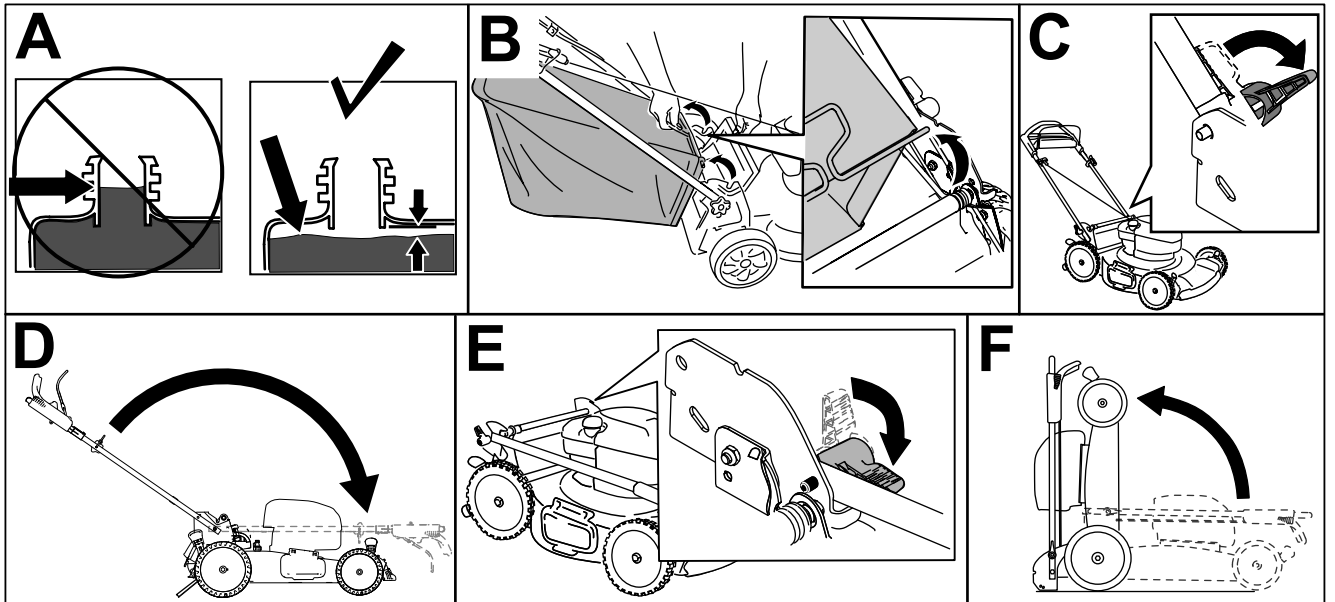

Figura 25
Nota: Si el nivel de combustible del depósito de combustible es demasiado alto, drene el combustible del depósito en un recipiente de combustible homologado hasta que esté en o por debajo del nivel recomendado por el fabricante del motor (Figura 25, A).
2. Si la bolsa de recogida está instalada en la máquina, retírela (Figura 25, B).
3. Abra las palancas de bloqueo del manillar (Figura 25, C).
4. Pliegue el manillar completamente hacia adelante (Figura 25, D).
5. Cierre las palancas de bloqueo del manillar (Figura 25, E).
6. Levante la parte delantera de la máquina con el manillar y llévela al lugar de almacenamiento (Figura 25, F).